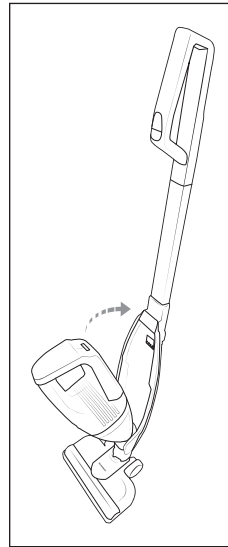

Fig. 3
- 1) Pour relier la partie portable **2** au manche **11**, glissez la pointe de la partie portable **2** dans l'évidement de la cavité pour partie portable **14** (fig. 3).
- 2) Poussez ensuite la poignée **1** de la partie portable **2** dans la cavité pour partie portable **14** de manière à ce que la partie portable **2** s'enclenche et soit bien serrée (fig. 3).